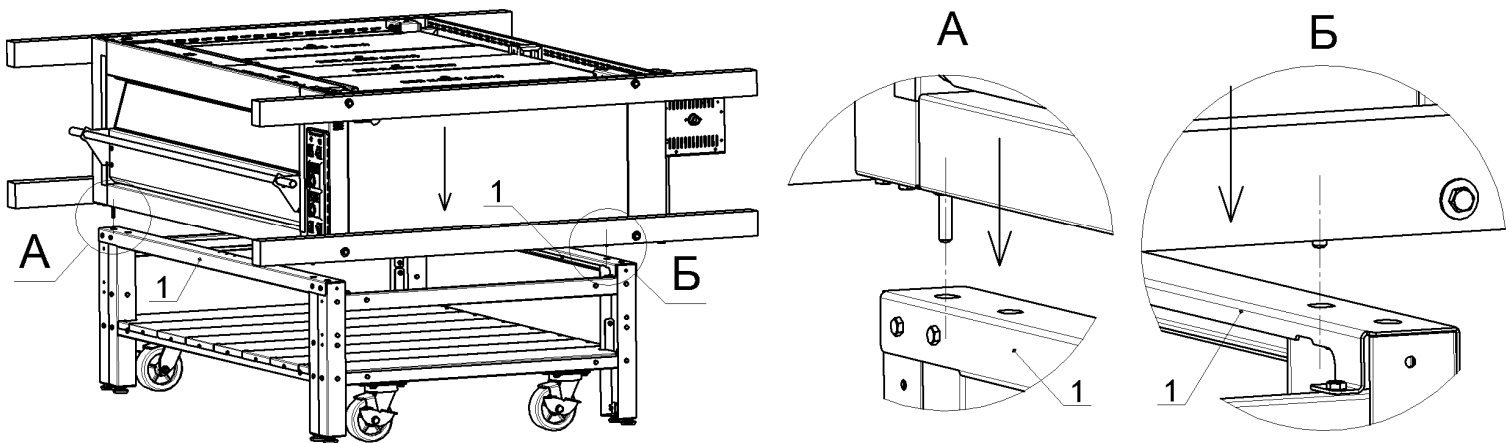

Рис.10
1. Поднять печь ППЭ 1240п (без крышки) за брусья и установить, в качестве нижней секции, на подставку так, что бы концы 4-х шпилек М8 на углах печи попали в отверстия профилей лицовых, верхних, поз.1, как показано на рис.10, затем отвернуть болты М8 (ключ на «13»), крепящие брусья к печи, и снять брусья с печи: